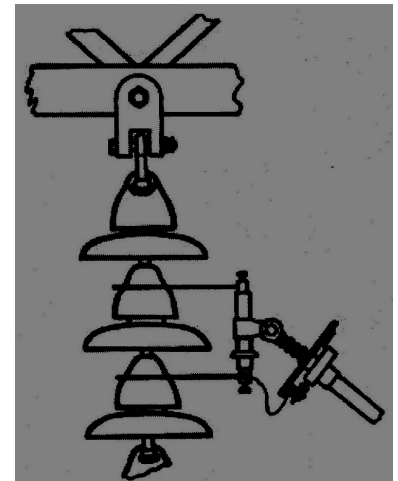

Рис. 3. Наложение щупов на изолятор
6.6 Для контроля изолятора шупы измерительной головки накладываются на изолятор, как показано на Рис.3.